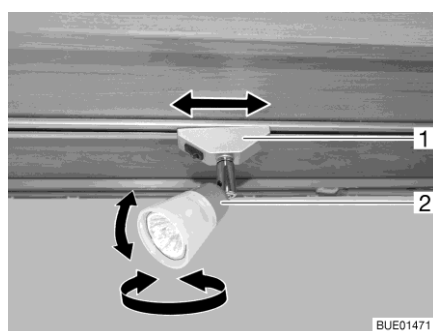

Bild 43 Spotlight (Campeo)
Vrida spotlight: ■ Vrid spotlightens hus (Bild 43,2) i önskad riktning.
- Vrid fästet (Bild 43,1) med ca 45°.
- Vrid fästet (Bild 43,1) med 90°.